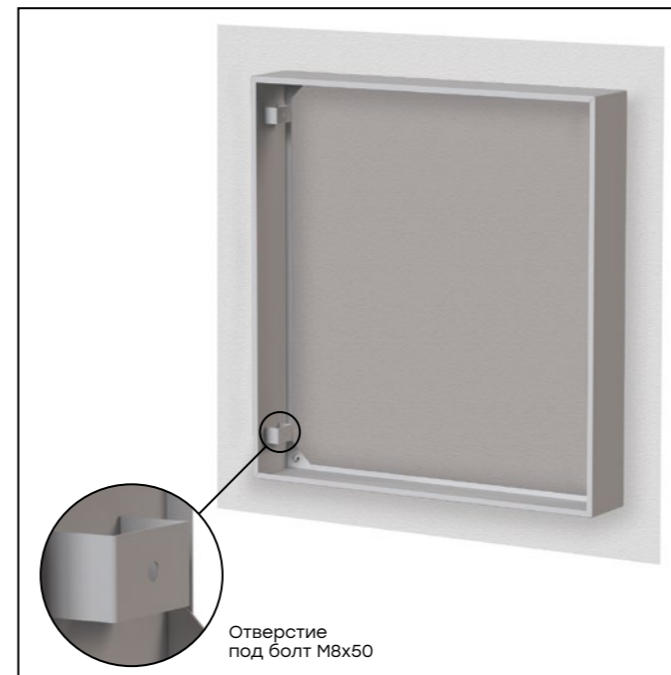

Рис. 23
3.1 С помощью строительных инструментов и приспособлений надежно закрепите Кожух щита этажного на стене (Рис. 23).